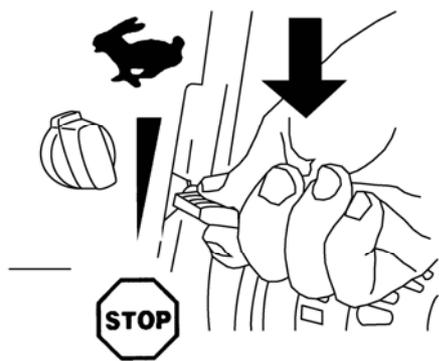

Рисунок 30.
1. Поставьте дроссель в положение Slow (Медленно), а затем в положение Stop (Стоп) (Рис. 30).